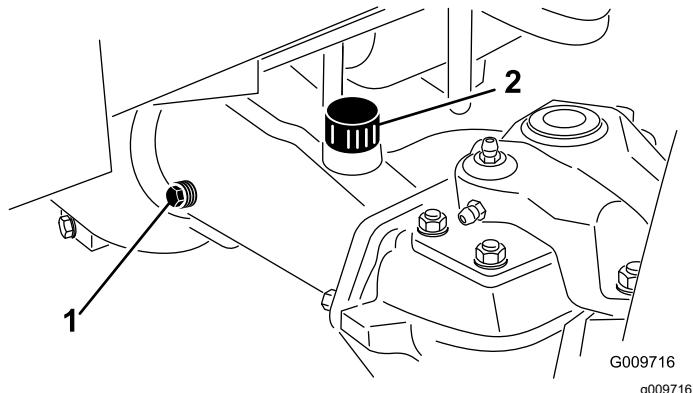

图 65
- 从轴的一端取出检查塞 (图 65) 确保润滑剂向上直至孔的底部。如果润滑剂过少请取出加注塞 (图 65) 添加足够的润滑剂直至液位达到检查塞孔的底部。